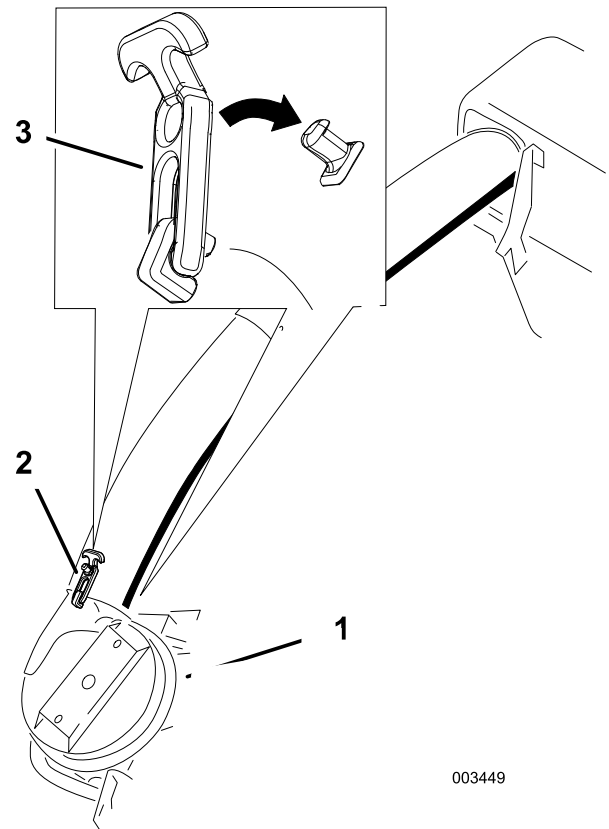

Figure 51
8. Glissez le tube inférieur sur le carter de ventilateur et verrouillez-les ensemble (Figure 51).